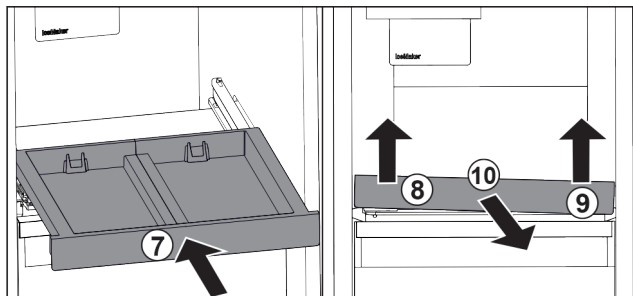

Fig. 34
- ▶ 推入拉出式搁板。 Fig. 34 (7)
- ▶ 抬起抽屉左前部。 Fig. 34 (8)
- ▶ 抬起抽屉右前部。 Fig. 34 (9)
- ▶ 向前取出拉出式搁板。 Fig. 34 (10)